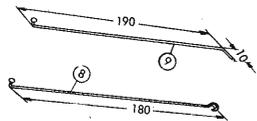
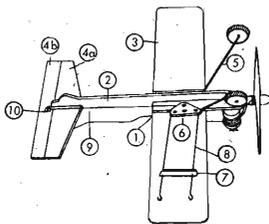

Fig. 564. Asta (9) e tiranti di comando (8).
Fig. 565. Velivolo a volo frenato visto dal basso.
gura 563. Poniamolo poi nel punto indicato sotto la parte (1), fissiamo l'esatta posizione e con un trapano ad archetto praticiamo alcuni fori a destra e a sinistra della parte (1). Dopo aver unito il telaio (5) alla parte (1) con un filo di perlon per lenza (diametro 0,25 mm), infiliamo i fili di comando (8) (fig. 564), formati con raggi di bicicletta, nella leva (6), come pure il paraurti (9) (figura 565) per il timone di profondità. Questi raggi devono però essere privati dell'estremità filettata e devono risultare
Dopo aver lasciato asciugare il tutto, pieghiamo ad angolo retto l'estremità posteriore della parte (9), proprio all'altezza del foro praticato nella parte (10), e tagliamo un centimetro dopo la piega (fig. 564). La leva (6) deve essere parallela all'asse longitudinale della fusoliera. Infiliamo quindi l'estremità della parte (9) nel foro praticato nella parte (10) e, per impedirne l'uscita, fissiamola saldando un dischetto di ottone. Introduciamo ora nell'assicella di guida, attraverso gli appositi fori, i cavi (8) di comando, ed incolliamo questa assicuratura, dopo averla inserita nella scanalatura praticata nell'ala (3). Dopo averla lasciata asciugare, applichiamo alle estremità dei cavi (8) degli occhielli, che dovranno essere esattamente ad uguale distanza dalla parte (6), quando il timone di profondità (4b) è orizzontale (fig. 565). A questi occhielli agganciamo in seguito i cavi di comando.